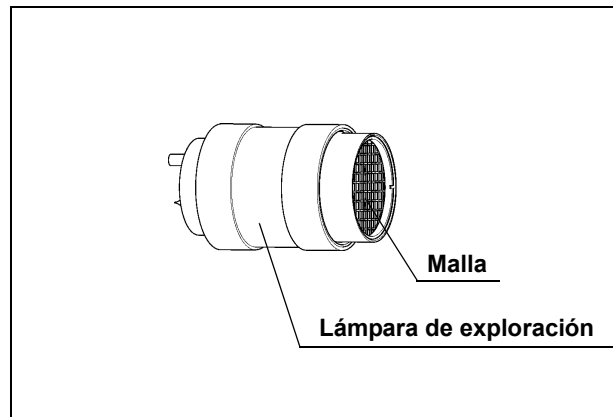

Figura 5.2
- Algunas lámparas de exploración pueden estar equipadas con una malla o una superficie de vidrio (véase la figura 5.2). La malla protege el extremo de luz de posibles daños térmicos; por ello, no debe retirarse.